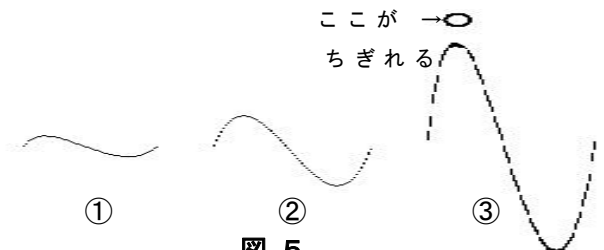

図5
このような新たな震源を2次震源とし、図5の③のように千切れた球がその本体であると考えた。